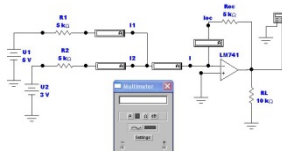

Рис. 1
1. Объяснить влияние напряжения смещения ОУ на ошибку суммирования постоянных напряжений в схеме на рис. 1?